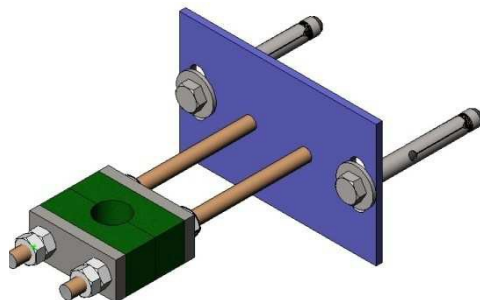

fig. 20
- Recomenda-se um suporte-guia de fuso (fig. 20) a cada 1,5 m.